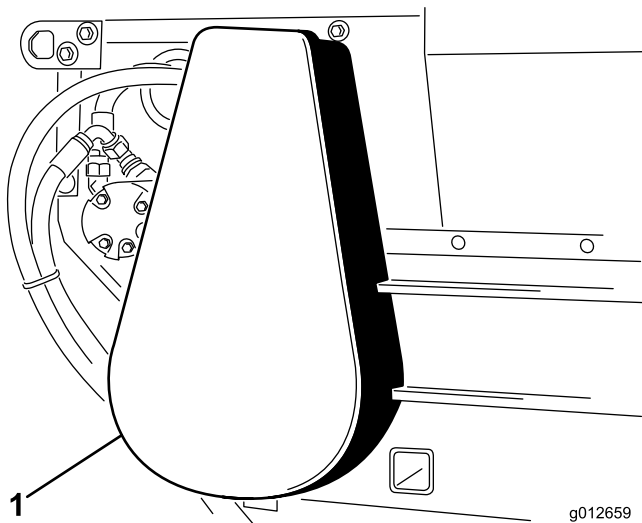

Bild 23
1. Kettenabdeckung (Bild 23) entfernen.